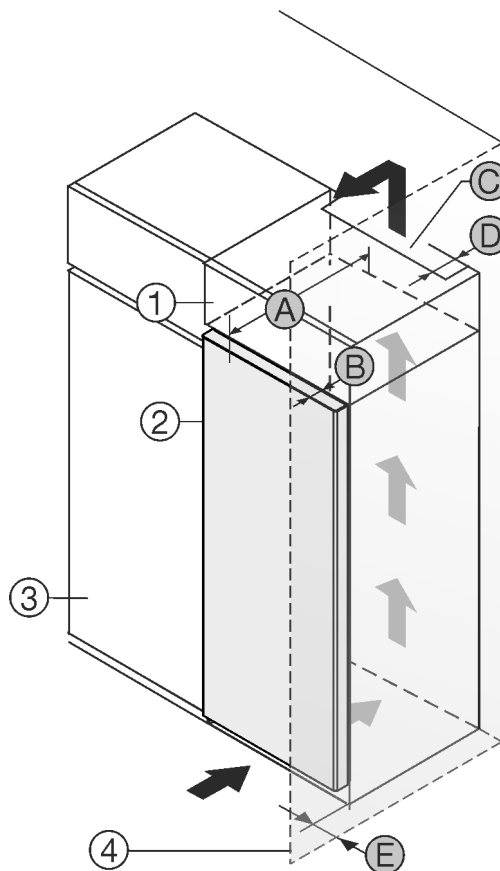

Fig. 1
Puteți amplasa aparatul direct lângă dulapul de bucătărie Fig. 1 (3)*.
În partea din spate a dulapului suspendat trebuie să existe o fantă de aerisire cu grosimea Fig. 1 (D) pe toată lățimea dulapului suspendat.*
Sub tavanul încăperii trebuie să fie respectată secțiunea de ventilație Fig. 1 (C)*.
Atunci când montați aparatul cu balamalele lângă un perete Fig. 1 (4), distanța dintre aparat și perete trebuie să fie de minim 13 mm *
Atunci când montați aparatul cu balamalele lângă un perete Fig. 1 (4), distanța dintre aparat și perete trebuie să fie de minim 20 mm *
Astfel încât să puteți deschide complet ușa, aparatul trebuie să fie proeminent cu cel puțin adâncimea ușii Fig. 1 (B) față de suprafața frontală a dulapului de bucătărie. În funcție de adâncimea dulapurilor de bucătărie Fig. 1 (3) și utilizarea distanțierelor de perete, aparatul poate ieși mai mult în afară.*